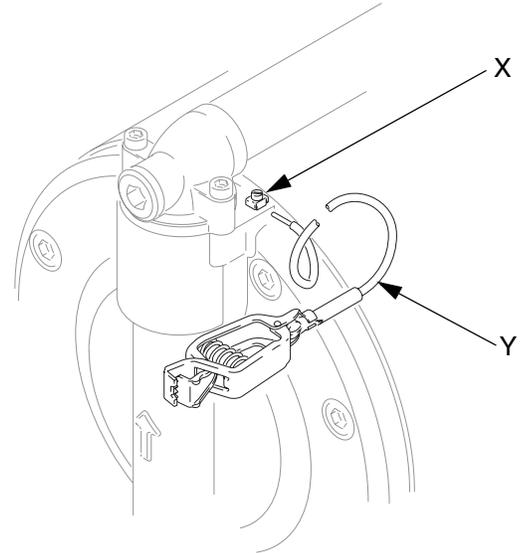

FIG. 4. Conexión a tierra de la bomba
- **Bomba:** utilice una abrazadera y un cable de conexión a tierra. Vea la FIG. 4. Afloje el tornillo de conexión a tierra (X). Introduzca un extremo de un cable de conexión a tierra (Y) de un mínimo de $1,5 \text{ mm}^2$ en la abrazadera de conexión a tierra de la bomba (8) y apriete el tornillo (X) firmemente. Conecte el otro extremo del cable a una tierra verdadera. Cable de conexión a tierra y abrazadera, ref. pieza 238909.